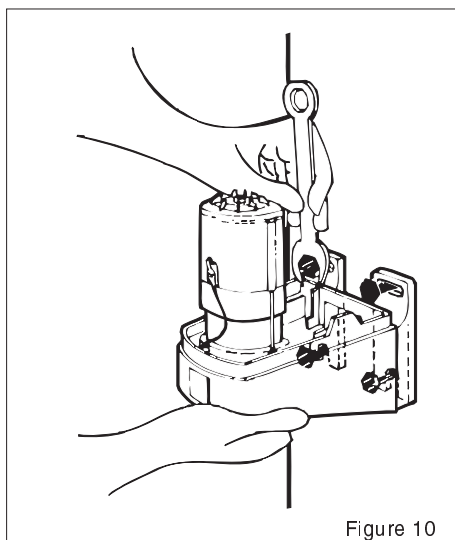
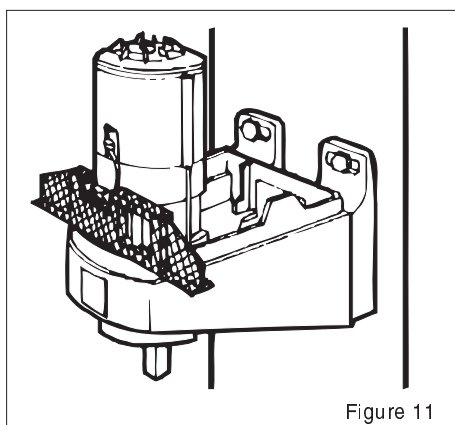

Figure 10
Figure 11
- Une fois installés, les moteurs doivent être horizontaux (figures 11 et 12). Aider-vous des trous de fixation (Figure 10), de la platine du moteur et de cales. Si nécessaire, utilisez la platine pour murs irréguliers (en option).